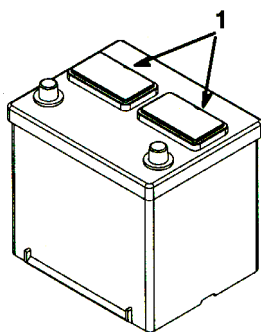

図8
2. バッテリーの上部をきれいに洗浄し、通気キャップを外す (図8)。